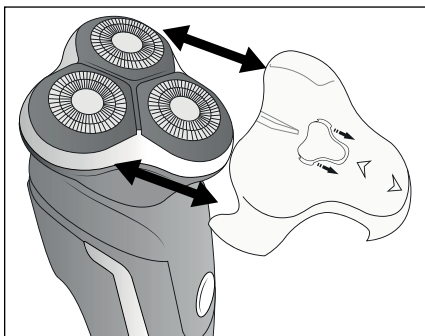

Fig. 1
- ◆  Løsn beskyttelseshætten **1** ved at tage den af skæreenheden **2** nedefra (se fig. 1).